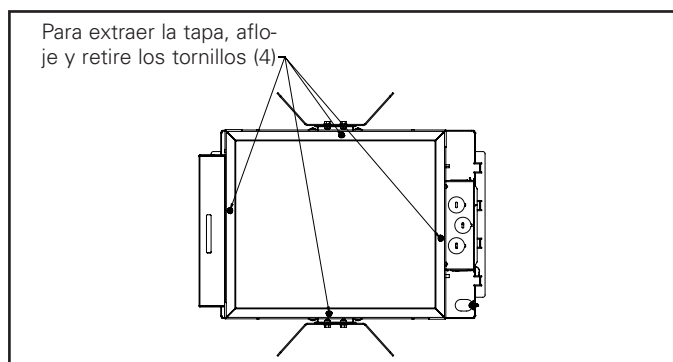

Figura 7
- En cuanto a los casos en los que se puede acceder a la tapa de la carcasa después de su instalación, consulte la Figura 7 para su extracción.